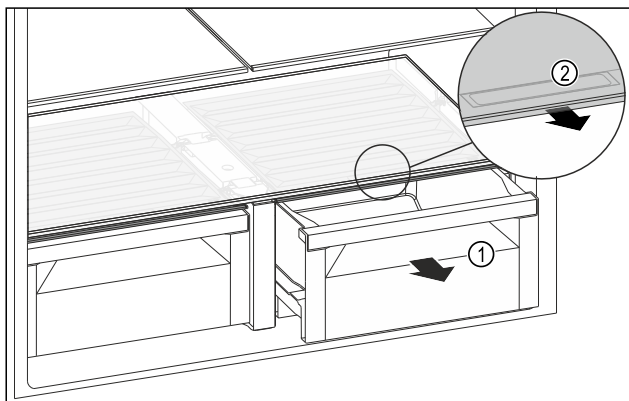

Fig. 98
- Витягніть висувний ящик Fig. 98 (1).
- Візьміться за потайну ручку Fig. 98 (2) на кришці відділення й одночасно потягніть кришку відділення вперед.